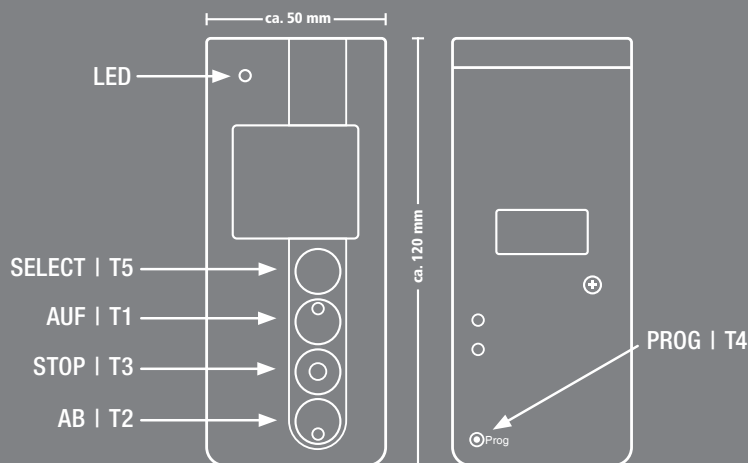
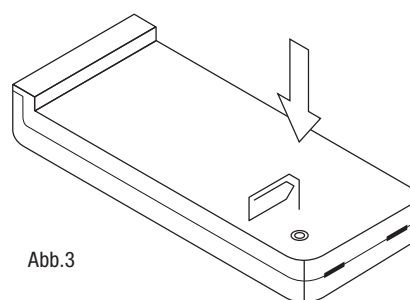

Abb. 1
Abb.3
Mit der **SELECT|T5-Taste** bestimmen Sie den gewünschten Kanal. Daraufhin kann mit der **AUF|T1-Taste** (s. Abb. 1) ein Verbraucher eingeschaltet werden (z.B. Rollläden auffahren) und mit der **STOP|T3-Taste** (s. Abb. 1)
ausgeschaltet werden (Rollläden stoppen). Alternativ kann zum Stoppen auch die **AB|T2-Taste** (s. Abb. 1) gedrückt werden.
In der Praxis bedeutet dies z.B. das Hochfahren des Rollladens mit der **AUF|T1-Taste** (s. Abb. 1) und ein Stoppen dieses Hochfahrens mit der **STOP|T3-Taste** (s. Abb. 1) (alternativ: **AB|T2-Taste** (s. Abb. 1)). Umgekehrt wird der Rollladen mit der **AB|T2-Taste** (s. Abb. 1) heruntergefahren. Dieses Herunterfahren kann mit der **STOP|T3-Taste** (s. Abb. 1) (alternativ: **AUF|T1-Taste**) jederzeit gestoppt werden.
- Am HS-8 RIO wird nun mit der Select | T5-Taste, der gewünschte Kanal gewählt und anschließend die AUF | T1-Taste (s. Abb. 1) betätigt und gehalten, bis der einsetzende Dauerton erlischt. Dies dient zur Bestätigung, dass die Kommunikation zwischen Sender und Empfänger gewährleistet ist. Taste loslassen. Der HS-8 RIO ist nun als Mastersender eingelernt.
⑤ EINLERNEN EINES ZUSÄTZLICHEN SENDERS
- Bestimmen Sie am Mastersender mit der Select | T5-Taste (s. Abb.1) den entsprechenden Kanal.
- Drücken Sie kurz, mit einem entsprechenden Gegenstand, z.b. einer Büroklammer, die Prog | T4-Taste (s. Abb.3) Ihres Mastersenders; ein Signalton bestätigt, dass Sie sich im Programmiermodus befinden. Taste loslassen.
- Drücken Sie innerhalb von ca. 2 Sek. die AUF | T1-Taste (s. Abb.1) am Mastersender. Der Empfänger befindet sich nun für ca. 16 Sek. im Lernmodus. Innerhalb dieser Zeit erklingt ein gleichmäßiger Signalton.
- Währenddessen drücken und halten Sie die AUF | T1-Taste (s. Abb.1) am neu einzulernenden Sender;
⑥ GEZIELTES LÖSCHEN EINES EINGELERNTEN SENDERS
- Drücken Sie kurz, mit einem entsprechenden Gegenstand, z. b. einer Büroklammer, die Prog | T4-Taste (s. Abb.1) Ihres Mastersenders; ein Signalton bestätigt, dass Sie sich im Programmiermodus befinden. Taste loslassen.
- Drücken Sie innerhalb von ca. 2 Sek. die AB | T2-Taste (s. Abb.1) am Mastersender. Der Empfänger befindet sich nun für ca. 16 Sek. im Löschmodus. Innerhalb dieser Zeit erklingt ein schneller Signalton.
- Währenddessen drücken und halten Sie die AUF | T1-Taste (s. Abb.1) am zu löschenden Sender; ein kurzer Signalton (ca. 1 Sek.) bestätigt Ihnen die korrekte Löschung. Taste loslassen.
⑦ GLOBALES LÖSCHEN ALLER EINGELERNTEN SENDER
- Drücken Sie kurz, mit einem entsprechenden Gegenstand, z. b. einer Büroklammer, die Prog | T4-Taste (s. Abb.3) Ihres Mastersenders; ein Signalton bestätigt, dass Sie sich im Programmiermodus befinden. Taste loslassen.
- Währenddessen drücken und halten Sie nochmals die Prog | T4-Taste (s. Abb.3) am Mastersender; ein kurzer Signalton (ca. 1 Sek.) bestätigt Ihnen die korrekte Löschung. Taste loslassen.
- Bestimmen Sie mit der Select | T5-Taste (s. Abb.1) den entsprechenden Kanal. Drücken Sie kurz, mit einem entsprechenden Gegenstand, z. b. einer Büroklammer, die Prog | T4-Taste (s. Abb.3) Ihres
- Währenddessen drücken Sie die AB | T2-Taste (s. Abb.1) am Mastersender; ein kurzer Signalton (ca. 1 Sek.) bestätigt die korrekte Funktionsumkehr. Nun bitte die Laufrichtung überprüfen. Falls die Laufrichtung nicht korrekt ist, die ersten beiden Schritte wiederholen, daraufhin die AUF | T1-Taste (s. Abb.1) drücken. Die Funktionsumkehr oder die Dreh-/Laufrichtung ist nun geändert.